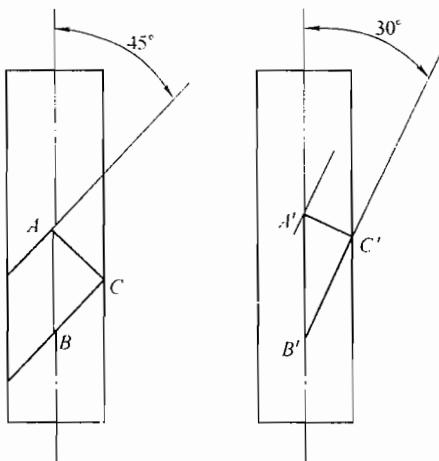

图 19-5 第六题第 1 小题解答图
1. 铝单晶体试样拉伸前、后的示意图如图 19-5 所示。图中 AC 和 A'C' 分别表示试样拉伸前、后晶体中两个相邻滑移面之间的距离，即滑移面的面间距。